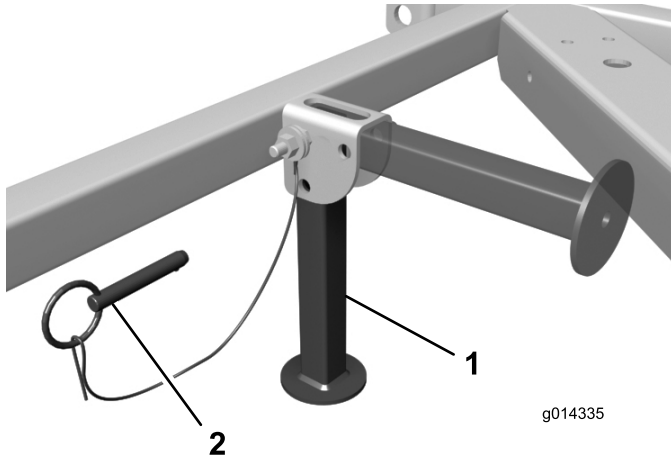

Bild 2
2. Entfernen Sie die Schnelllösestifte, mit denen die Sicherheitsständer in der angehobenen Stellung befestigt sind (Bild 2). Drehen Sie die Ständer nach unten und befestigen sie mit den Schnelllösestiften.